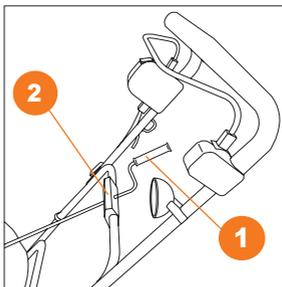

Рис. 10
3. Проденьте ручку изменения направления выброса **1** в фиксатор **2** расположенный на нижней рукоятке DAST 2600E (Рис. 10).